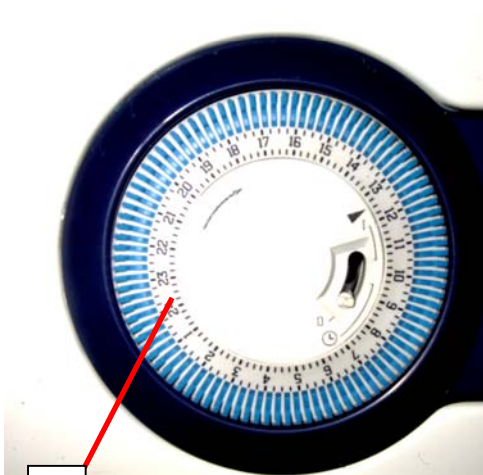

Рисунок 3
- ❑ Вращайте циферблат по часовой стрелке до тех пор, пока стрелка не будет указывать текущее время (Рисунок 3).